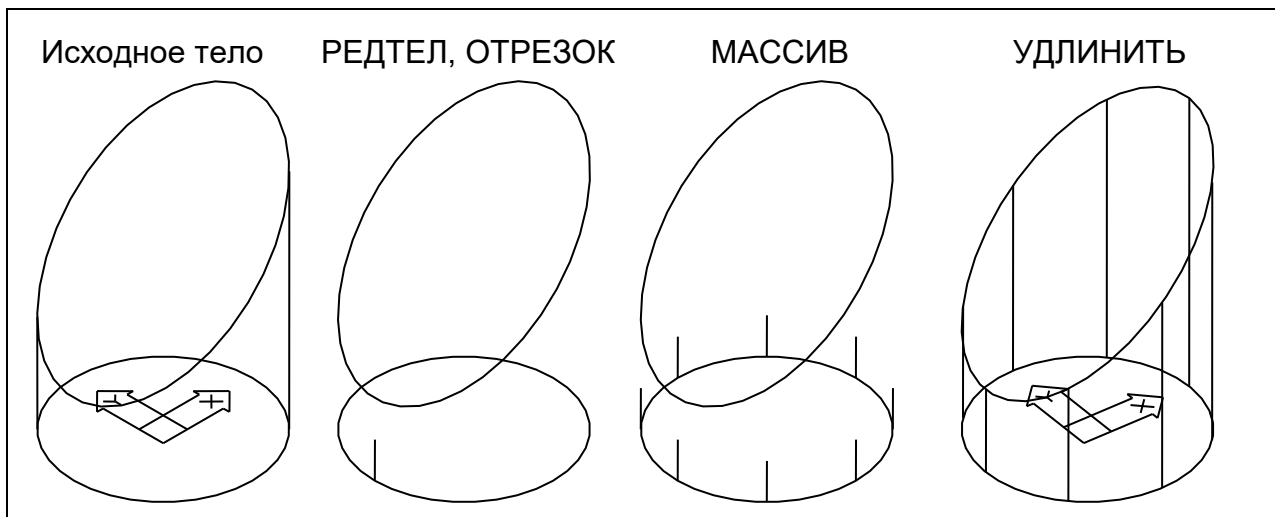

Рис. 41
**1.** Командой РЕДТЕЛ в режиме Ребро с опцией Копировать скопировать обе кромки боковой поверхности на свободное место чертежа (рис. 41).